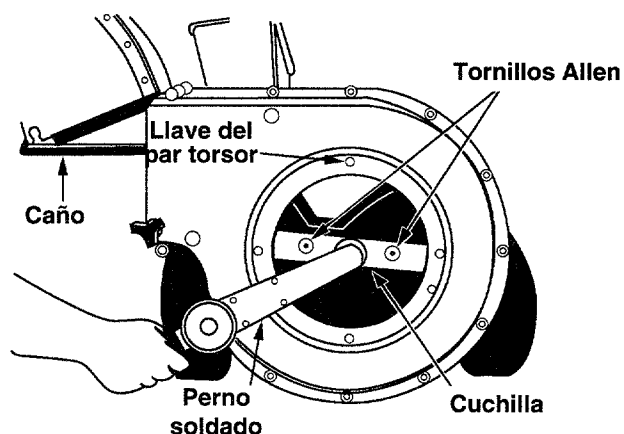

Figura 19
- Baje el conjunto de la tolva. Bloquee el armazón. Vea la figura 19.